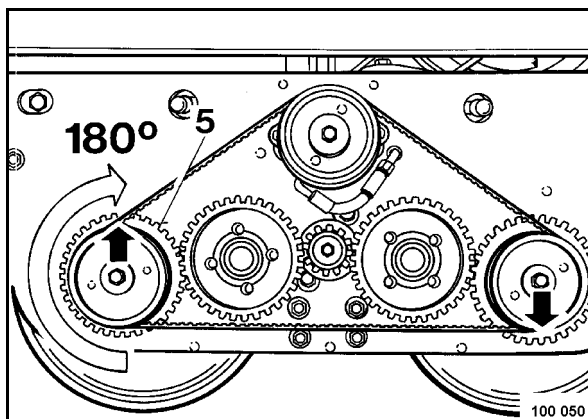

Fig. 76
- Girar el árbol de vibración 5 (Fig. 76) por exactamente 180° hacia arriba, y montar en esta posición la nueva correa dentada.